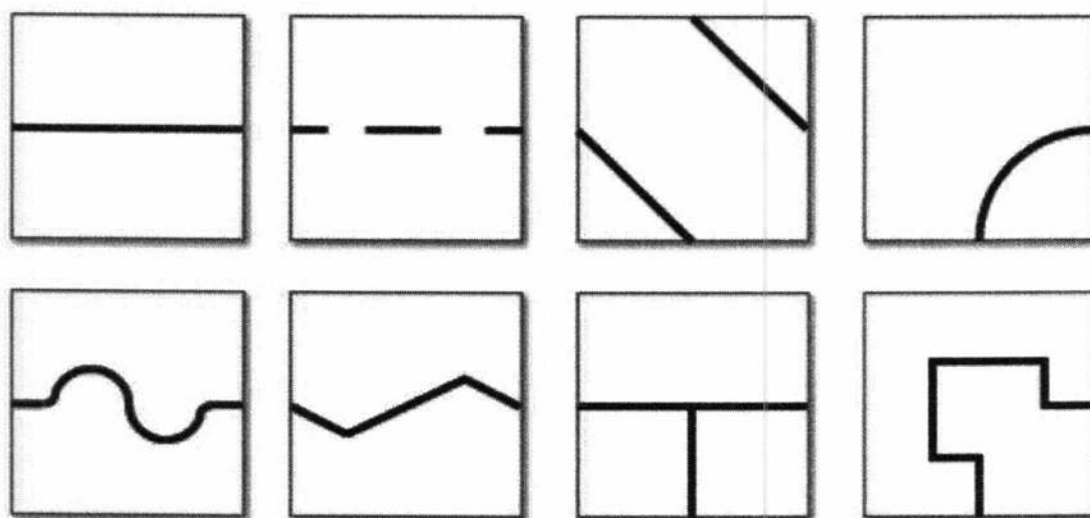

Рис.2.
- Чёрная линия, 1-2 см шириной, может быть проложена стандартной электроизоляционной лентой (изолентой), напечатана на бумаге или на других материалах. Чёрная линия образует траекторию на полу. (Разметка, представленная на рис.2, служит только для справки, и участники соревнований должны быть готовы к дублированию, добавлению или удалению некоторых фрагментов).